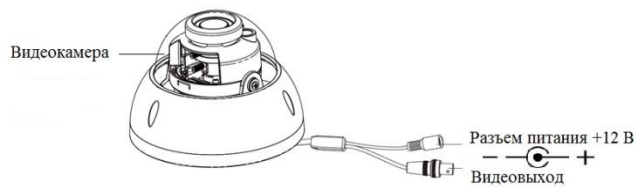

Рисунок 5.2
5.5 Снимите корпус с устройства и подключите соединительные провода (разъемы) в соответствии со схемой внешних подключений (рис. 5.2) и соблюдением